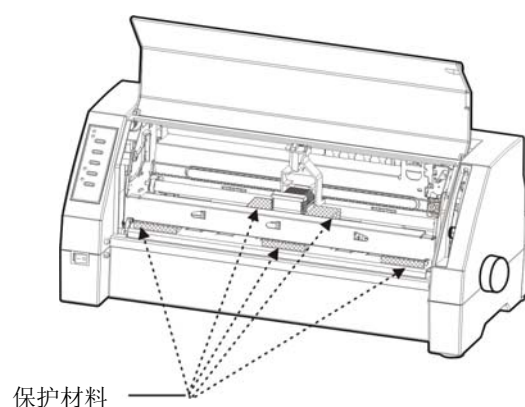

图 2-2 拆除保护材料
1. 打开包装箱，取出打印机，掀起打印机前盖，将标示的保护材料拆除（如图 2-2 所示）。